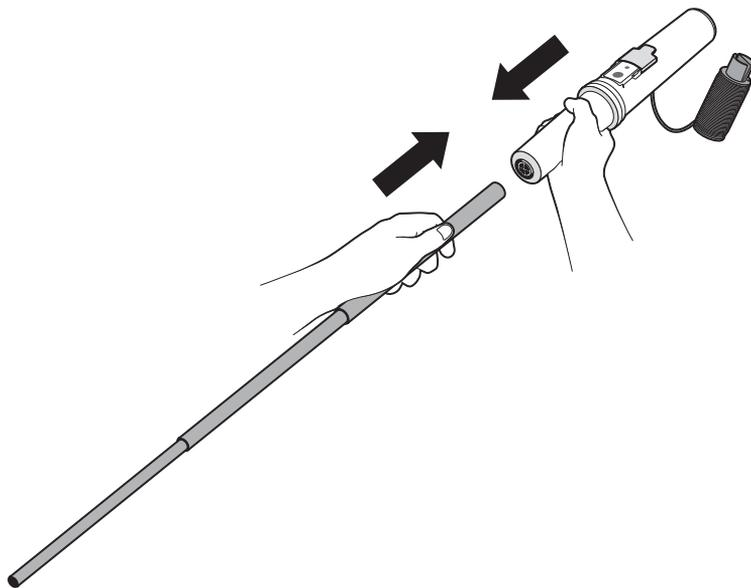

Figura 9 Conexión del mástil de montaje telescópico a AIS SART
- Empuje el extremo más grande del mástil de montaje telescópico hacia el interior de la ranura de la base de AIS SART, como se muestra en la Figura 9.